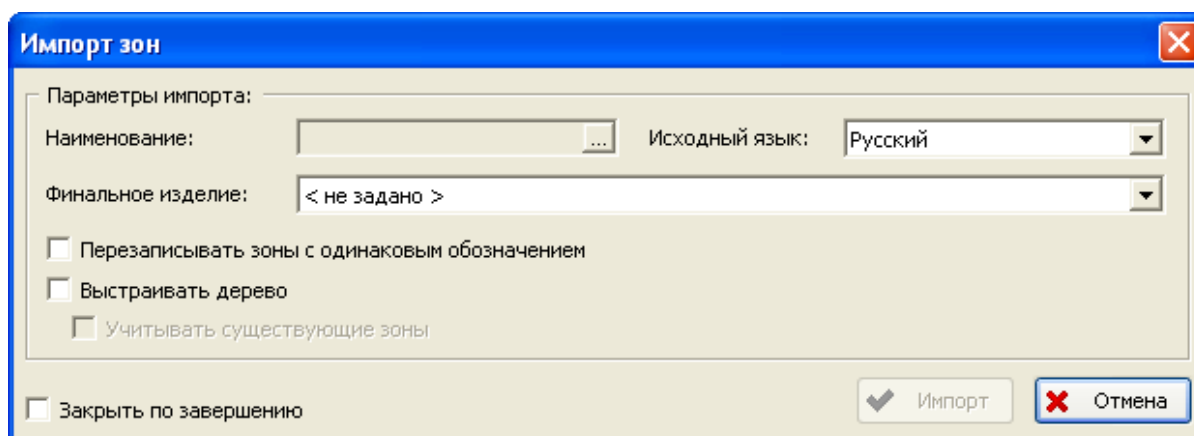

Рис. 4-107
2. В появившемся окне **Импорт зон** задайте параметры импорта (рис. 4-107):